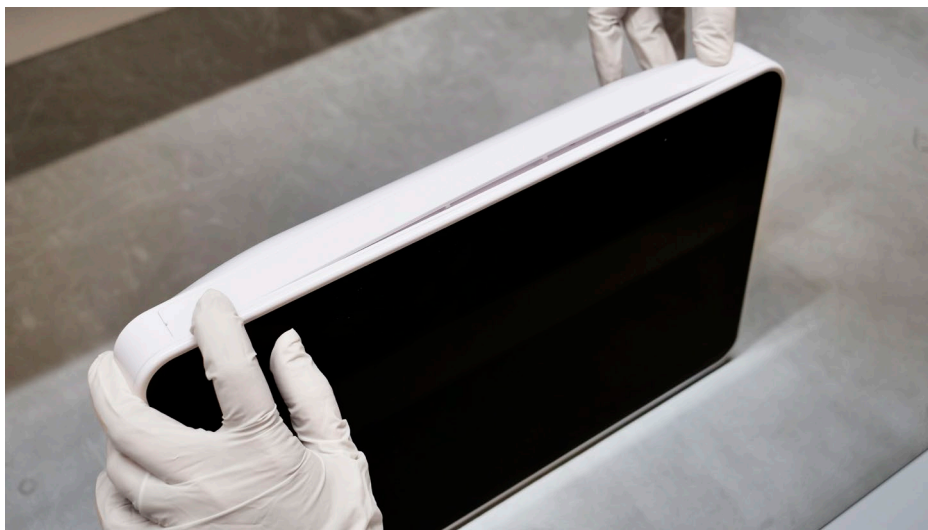

Рис. 33. Установка накладных пластин
f) Установите на место и защелкните накладные панели (см. рис. 33)
Защелкните накладную панель сначала в крайних точках (см. рис. 33). Затем защелкните остальную часть панели, перемещаясь от края к центру. Логотип Ambu на накладной панели должен быть четко виден, если смотреть с передней стороны устройства отображения. В случае повреждения накладных панелей используйте новые из набора запасных деталей.